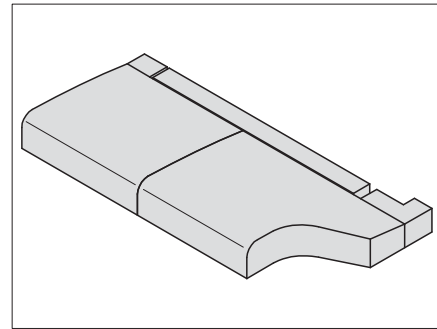
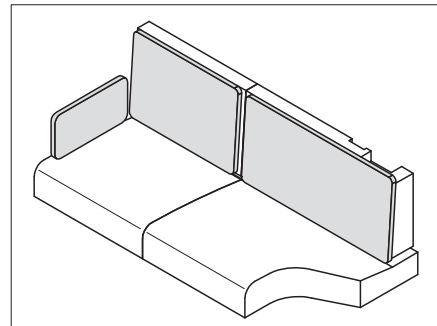

Bild 185 Positionera säten
Bild 187 Dynor för ryggstöd
- Lägg på sits-, ryggstöds- och extradynor så som visas på Bild 185 till Bild 187.